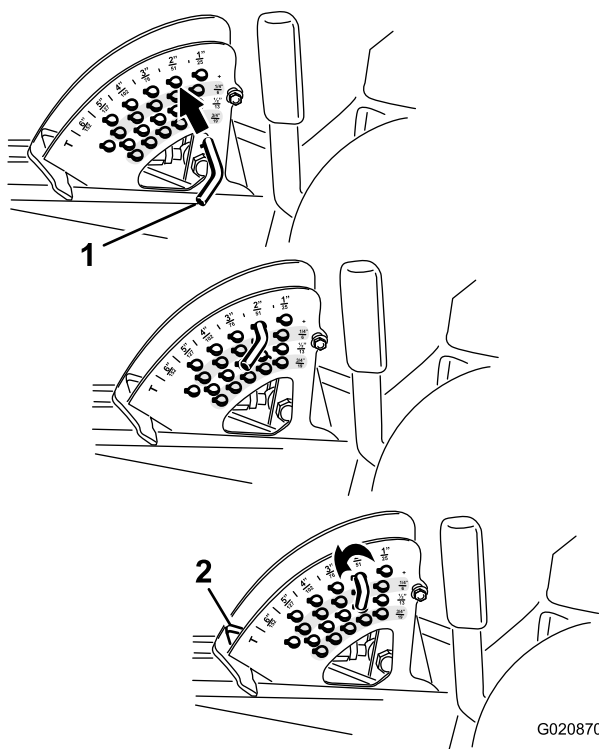

Figura 27
2. Rode o pino de bloqueio até que o pino do mesmo fique alinhado com as ranhuras nos orifícios no suporte da altura de corte e remova-o (Figura 27).
3. Selecione um orifício, no suporte da altura de corte, que corresponda a altura de corte desejada, insira o pino e rode-o para o bloquear no lugar (Figura 27).
Nota: Existem quatro filas de posições de orifícios (Figura 27). A fila de cima dá-lhe a altura de corte indicada por cima do pino. A segunda fila dá-lhe a altura de corte indicada mais 6 mm. A terceira fila dá-lhe a altura de corte indicada mais 13 mm. A fila de baixo dá-lhe a altura de corte indicada mais 19 mm. Para a posição de 15,8 cm só existe um orifício, colocado na segunda fila. Isto não acrescenta 6 mm à posição de 15,8 cm.